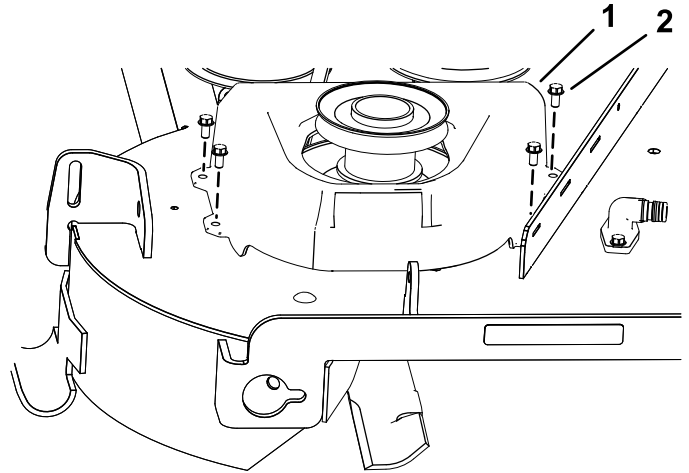

Figura 12
4. Instale la cubierta nueva sobre la polea con los 4 tornillos ( $\frac{1}{4}'' \times \frac{1}{2}''$ ) que se retiraron anteriormente, como se muestra en la Figura 12.